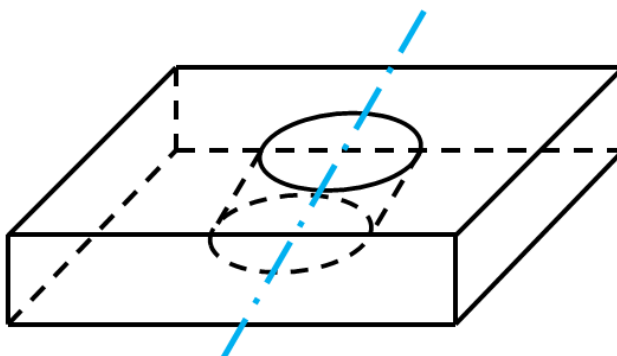

Рис. 15 Скошенное трехмерное отверстие
- Программа будет неправильно работать на болтах, установленных в скошенные трехмерные отверстия (когда отверстие «просверлено» не по нормали к детали, Рис. 15). Необходимо избегать такого крепежа.